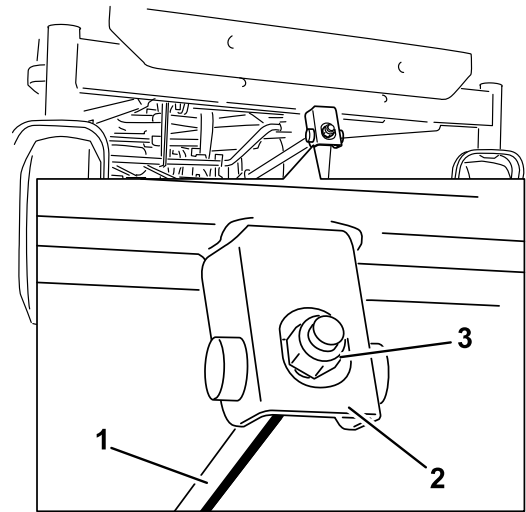

Figure 71
- A. Tournez l'écrou de réglage à l'avant du tablier de coupe (Figure 71).